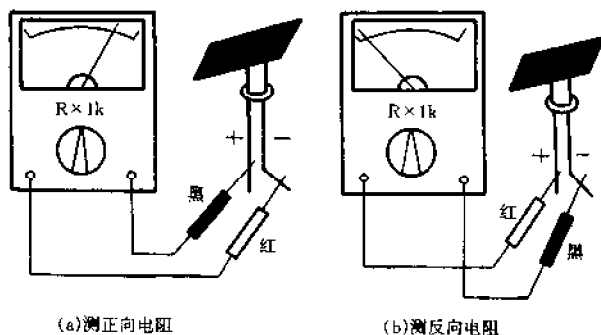

图 4-96 测光电二极管的正反向电阻
(1) 测量正、反向电阻。如图 4-96 所示,用黑纸片将光电二极管的透明窗口遮住,万用表置于  $R \times 1k$  挡,进行下述两项测试。
见图 4-96(a),红表笔接 N 极(负极),黑表笔接 P 极(正极),此时电阻值应为  $10 \sim 20k\Omega$ 。
见图 4-96(b),黑表笔接 N 极(负极),红表笔接 P 极(正极),此时指针不动,电阻值应为  $\infty$ 。